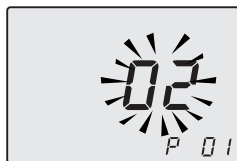
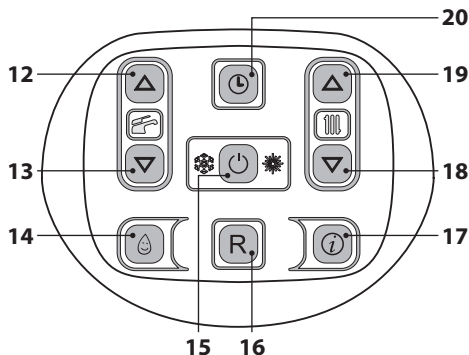

Figura 5.52
Figura 5.53
- Entrare in "modalità programmazione" premendo contemporaneamente per 10 secondi i tasti 15 - 18 - 19 (Figura 5.53) fino a far apparire sul display LCD le lettere **P01** e il valore del parametro, indicanti l'entrata nel "parametro 01" (Figura 5.52).
- Premendo il tasto 15 (Figura 5.53) si ottiene la conferma del valore inserito.